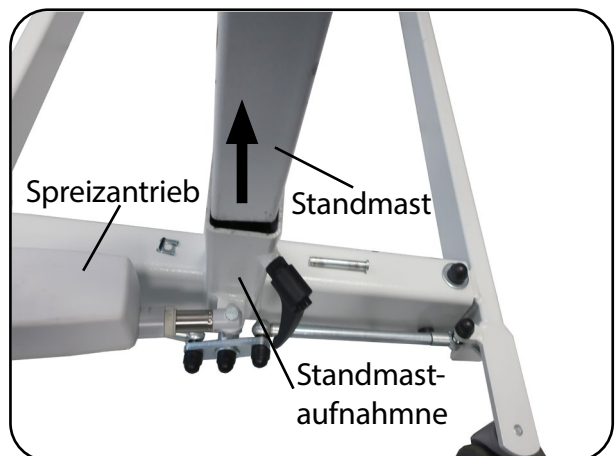

Abb. 13.2.03 – Standmast herausziehen
1. Bremsen Sie die beiden hinteren Laufrollen an der Bedienerseite, durch Betätigung des Tritthebels (Abb. 13.2.03); siehe Kapitel Bedienung Abschnitt **Laufrollen**.
6. Ziehen Sie den Standmast aus der Standmastaufnahme am Fahrgestell hervor und verstauen Sie ihn sicher in der Originalverpackung (Abb. 13.2.03).